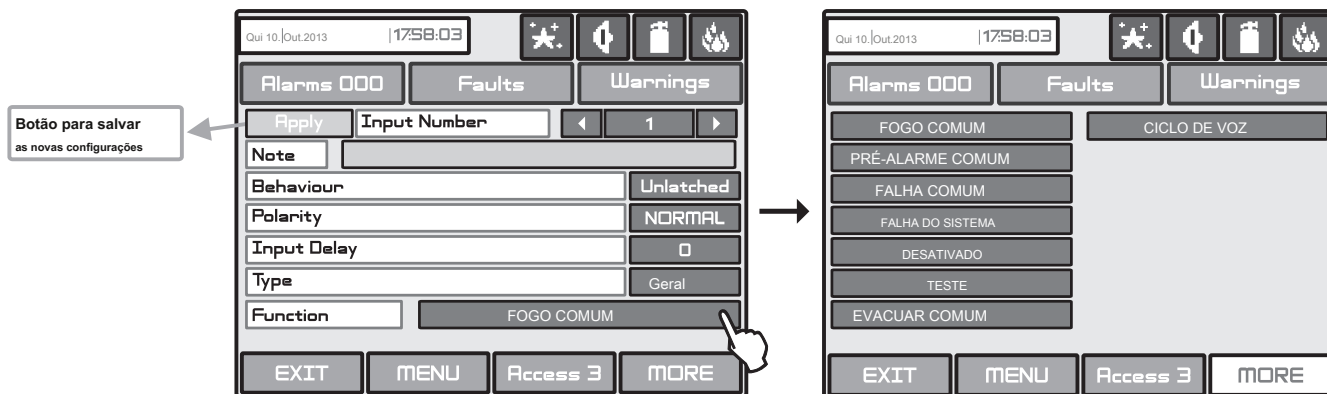

Fig. Tela 18 - Menu de introdução aos eventos gerais.
- Fig. Tela 18. Os eventos gerais possíveis são: